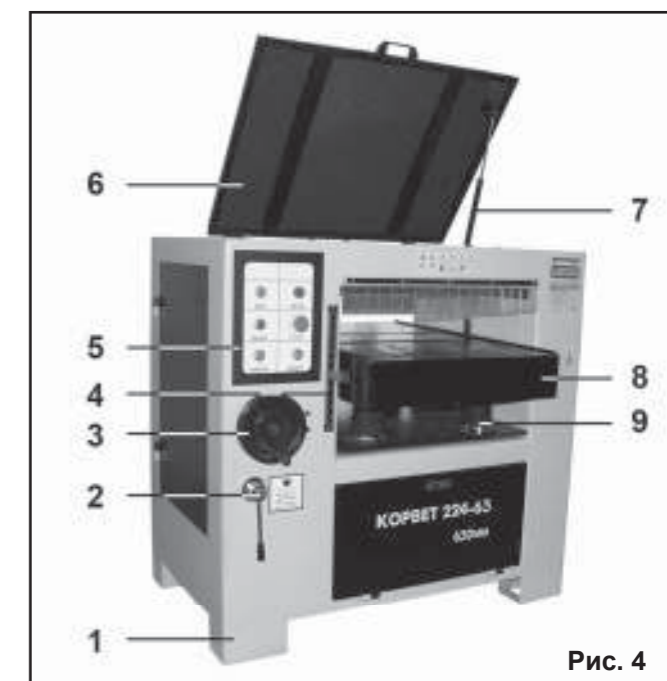

Рис. 4
Станок состоит из следующих сборочных единиц и деталей (Рис. 4 - 6)
7. УСТАНОВКА И СБОРКА СТАНКА (Рис. 4 - 7)